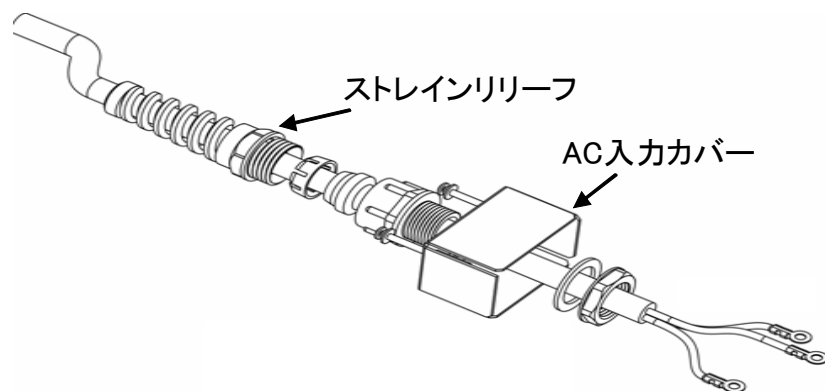

図 2
- 1) 付属品の AC 入力カバーとストreinリリーフを一度分解して、電源コードを通します。図2を参考にしてください。